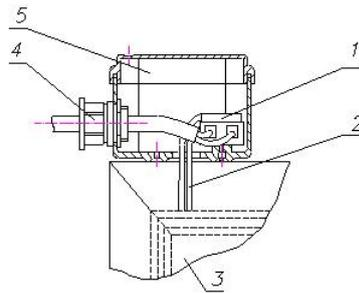

Fig.5 Aansluiting van de Pen deur
- Verwijder het profiel stand 1 (Figuur 4), in een groef profiel PEN deur (punt 4), breng de draden door de gaten in het profiel positie 1 en positie 3 softbox, en maak verbinding met de terminal aansluitdoos poses. 5 (Fig. 5)